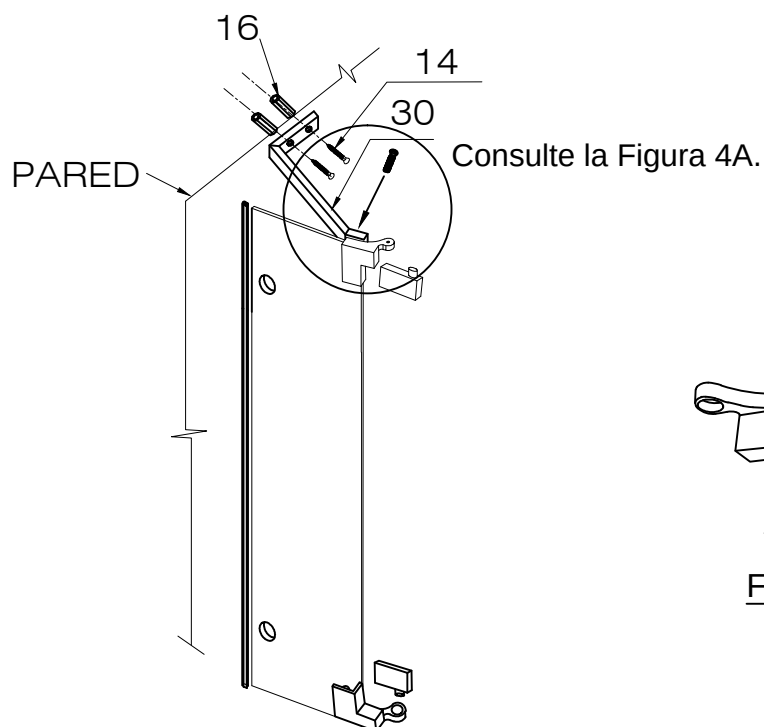

FIG.4
EL MODELO CON VIDRIO TRANSPARENTE CUENTA CON UNA PUERTA REVERSIBLE QUE PUEDE INSTALARSE DEL LADO DERECHO (CONFIGURACIÓN "A") O DEL IZQUIERDO (CONFIGURACIÓN "B"). [CONSULTE LA FIG.4 DE LA PÁGINA 4]
1. Instale el brazo estructural (nro. 30) en la base de la bisagra de giro superior (nro. 1).. Observe que el brazo estructural tiene un orificio para tornillo ajustable de 1/2" de longitud. Eso le dará flexibilidad y adecuada ubicación [CONSULTE LA FIG. 4 y 4A].